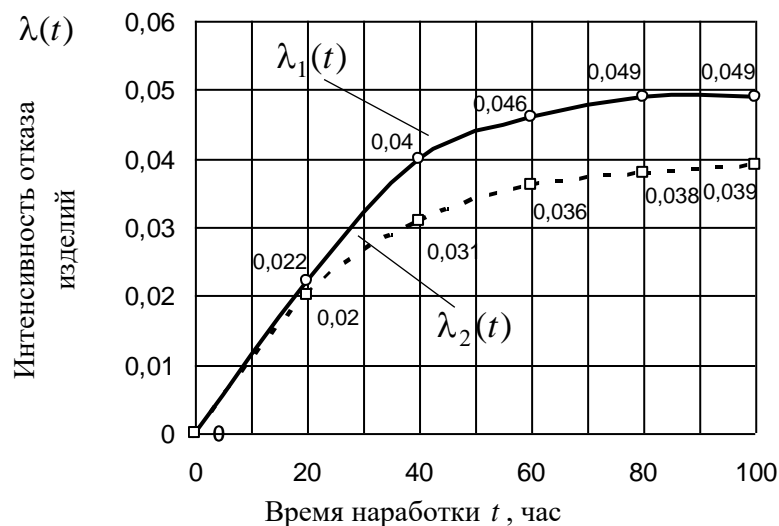

Рис. 5. Зависимости интенсивность отказа изделий от времени наработки
2. Определяем интенсивность отказа каждого изделия в интервале наработки до $t=100$ час через равные интервалы времени. Результаты расчетов записываем в табл. 1 и строим по ним график зависимости интенсивность отказа систем от времени наработки (рис. 5).
Выводы: Как видно из графиков (рис. 5) после наработки равной $t=20$ час величина интенсивности отказов второго изделия $\lambda_2(t)$ уменьшается в 1,25...1,29 раза.